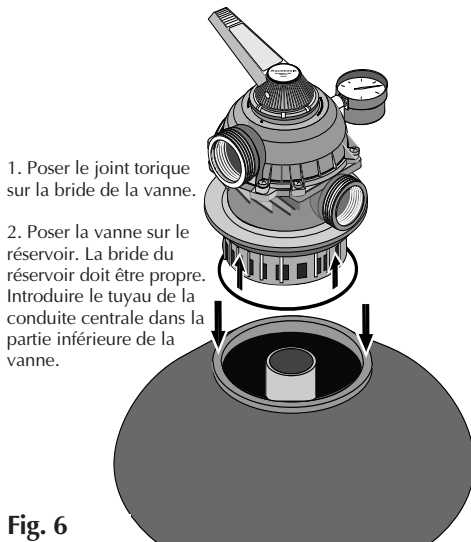

Fig. 6
Installation de la vanne : Voir les Figures 6, 7 et 8
4. Pour reposer la vanne, suivre les instructions aux Figures 6 et 7, page 7.